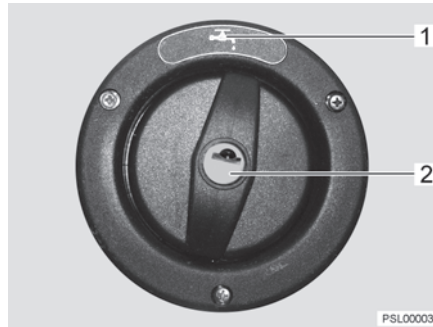

Fig. 165 Coperchio per bocchettone di riempimento dell'acqua potabile
Il bocchettone di riempimento dell'acqua potabile è contrassegnato dal simbolo "☞" (Fig. 165,1). Il coperchio viene aperto e chiuso con la chiave per le serrature degli sportelli esterni.
- Inserire la chiave nel cilindro della serratura (Fig. 165,2) e ruotare in senso antiorario di un quarto di giro.